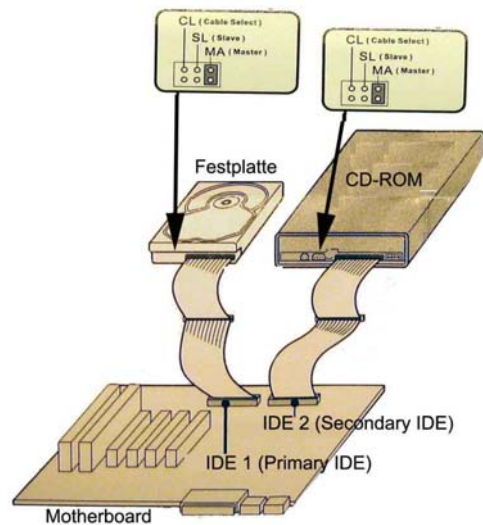

Abbildung 85: Verkabelung der Festplatte und des Laufwerkes [65]
4. Die Festplatte, auf der das Betriebssystem installiert wird, und von der der Rechner booten soll, muss als Master konfiguriert sein und am ersten IDE-Port hängen. Das optische Laufwerk (CD-ROM) wird ebenfalls auf Master konfiguriert, da es einen eigenen IDE2-Port gibt. Siehe Abbildung 85.